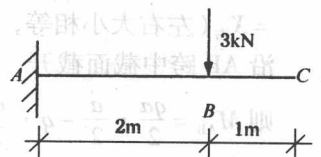

图 2A311010-17
27. 简支梁在跨中集中荷载(见图 2A311010-18)作用下, 跨中弯矩等于()。